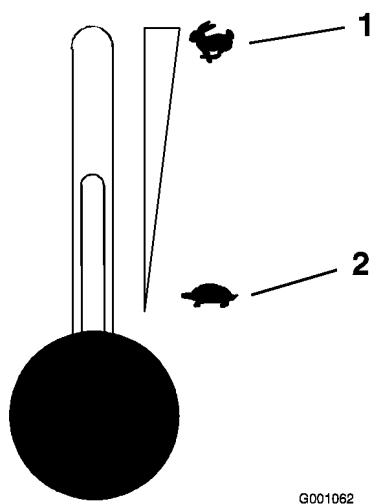

Figura 15
2. Spostate la leva dell'acceleratore al centro tra le posizioni minima e massima (Figura 15).